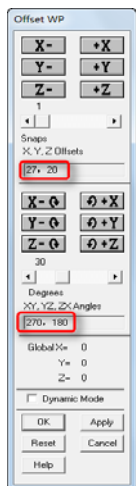

图 11-70 “Offset WP”对话框
⑫依次选择 Main Menu→Preprocessor→Modeling→Create→Lines→Lines→In Active Coord，会弹出“Lines in Active...”对话框，在输入框输入 3，单击“OK”按钮，会再次弹出“Lines in Active...”对话框，在输入框输入 7，单击“OK”按钮会生成线段 L3。
⑬依次选择 Main Menu→Preprocessor→Modeling→Create→Lines→Lines→In Active Coord，会弹出“Lines in Active...”对话框，在输入框输入 4，单击“OK”按钮，会再次弹出“Lines in Active...”对话框，在输入框输入 8，单击“OK”按钮会生成线段 L3。
⑭依次选择 Utility Menu→WorkPlane→Offset WP by Increments，会弹出“Offset WP”对话框，如图 11-70 所示，在“Snaps X, Y, Z Offsets”输入框输入 27, 20，在“XY, YZ, ZX Angles”输入框输入 270, 180，单击“OK”按钮关闭该对话框。